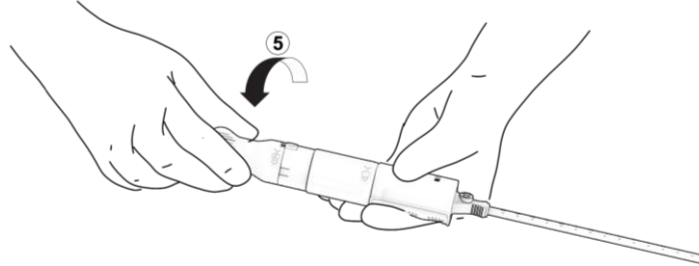

Afbeelding 15. De nokvergrendeling ontgrendelen.
- a. Zoek de nokvergrendeling (gemarkeerd met '4') en druk deze groene knop volledig in. Afbeelding 15. Zorg dat deze knop volledig is ingedrukt voordat u verder gaat met stap 5.